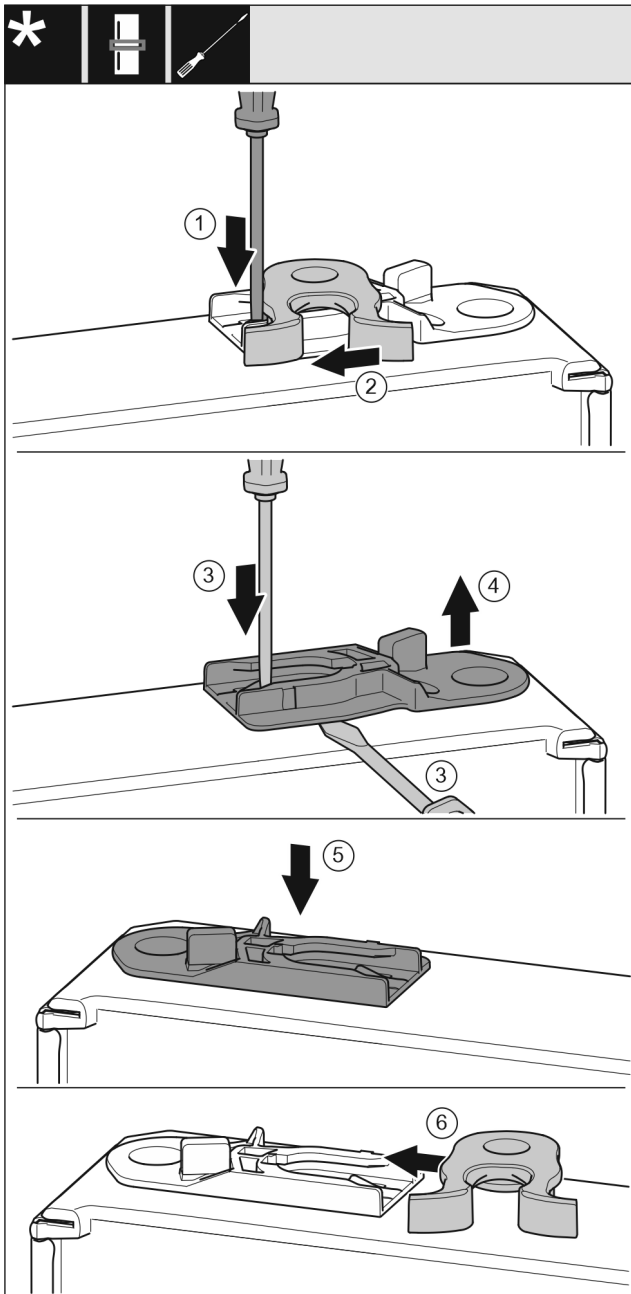

Fig. 47 *
- Strip Fig. 47 (1) met een platte schroevendraaier omlaag drukken.*
- Sluithaak Fig. 47 (2) uit de geleiding trekken.*
- Geleidebus Fig. 47 (3, 4) uittrekken: Strip met platte schroevendraaier indrukken en gelijktijdig een platte schroevendraaier onder de geleidebus plaatsen.*
- In de leveringsomvang meegeleverde geleidebus Fig. 47 (5) in de andere behuizingszijde schuiven.*
- Sluithaak Fig. 47 (6) in geleiding schuiven.*